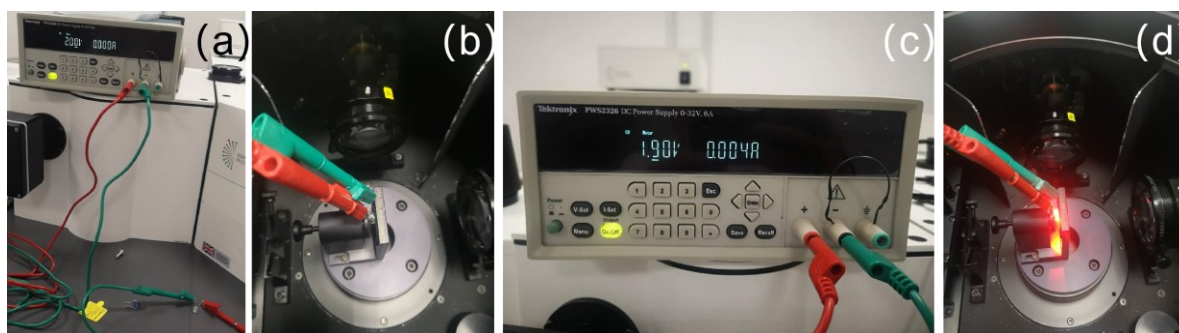

图 6-35 电致发光测试
- (1) 如图 6-35(a), 将器件与电源表的正负极连接起来;
- (2) 图(b), 将器件放入样品仓的电致发光支架中;
- (3) 图(c-d), 调节电流表的电压和电流, 使器件发光;
- (4) 在软件里选择 MCS laser 光源, 设置最佳发射波长。注意, 如果肉眼见发光很高, 此时的 Bandwidth 先开到最小再慢慢增大, “Emission”值不能超过 1,000,000 cps;
- (5) 点击“λ”→【Emission】开始测试, 此时的光源校正两个文件不能勾选。